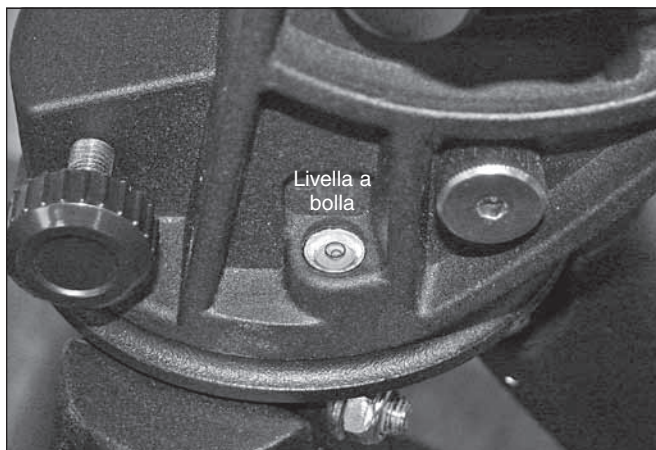

Figura 5. La livella alla base della testa della montatura aiuta a mettere la montatura in bolla.
2. Usando la livella a bolla sulla montatura come riferimento (**Figura 5**), portare la montatura in bolla regolando la lunghezza delle gambe del treppiede, se necessario.